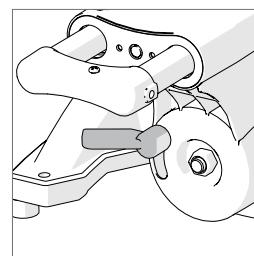

Fig. 4
- (**Fig. 4**) Gire el cuello de bisel hasta la posición vertical de manera que quede contra el tope de 0°.